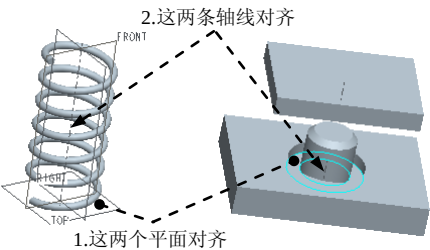

图 6.2.6 定义装配约束
Step3. 如图 6.2.6 所示，定义第一个约束 **重合** (SPRING 零件的 TOP 基准平面和 BASE_DOWN 零件的圆柱形特征周围的凹面)；定义第二个约束 **重合** (两轴线对齐)，在“元件放置”操控板中单击  按钮。